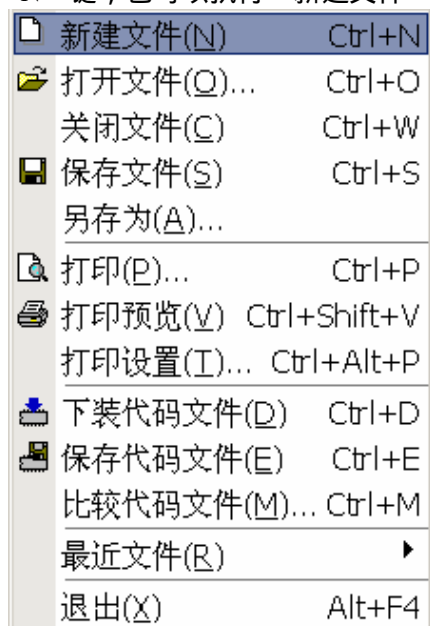

图 4-2
1) 加速键操作。每个菜单项都有其对应的加速键，分别在相应的菜单项名字后面的括号中表示，字母下面有下划线。例如“文件”菜单项的加速键是 F，在 ICEviewC51 软件界面下，您只要在按下“Alt”键后再按“F”键，就可以打开“文件”菜单项，该菜单项打开后如图 4-2。
此菜单项主要包括 ICEviewC51 的文件操作命令，如图 4-2 所示。